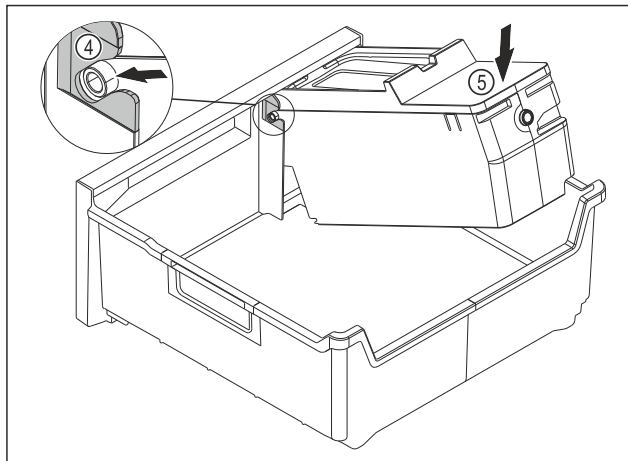

Fig. 192
- ▶ Montáž korpusu EasyTwist-Ice: Osy korpusu EasyTwist-Ice zasuňte do vedení Fig. 192 (4).
- ▶ Stlačte korpus EasyTwist-Ice Fig. 192 (5) vzadu dolů.